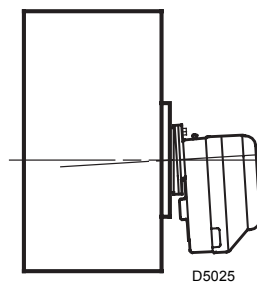

Fig. 5
- Ad installazione avvenuta verificare che il bruciatore sia leggermente inclinato come in fig. 5